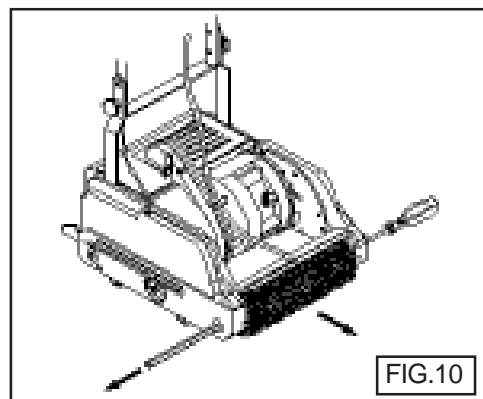

FIG.10
13.1.1 Fremre børste (FIG. 10)